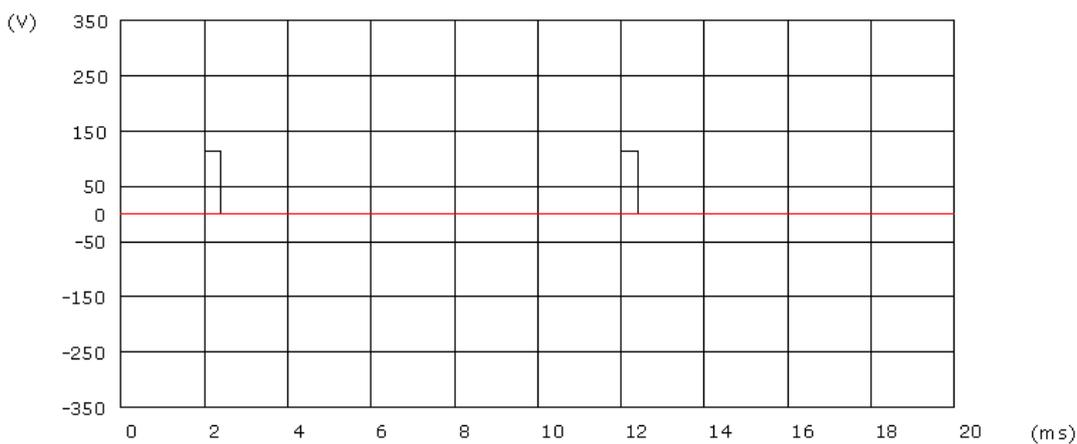

Figure 1
2. Reprendre la figure 1 et représenter $V(t)$ et $U_c(t)$ en concordance de temps